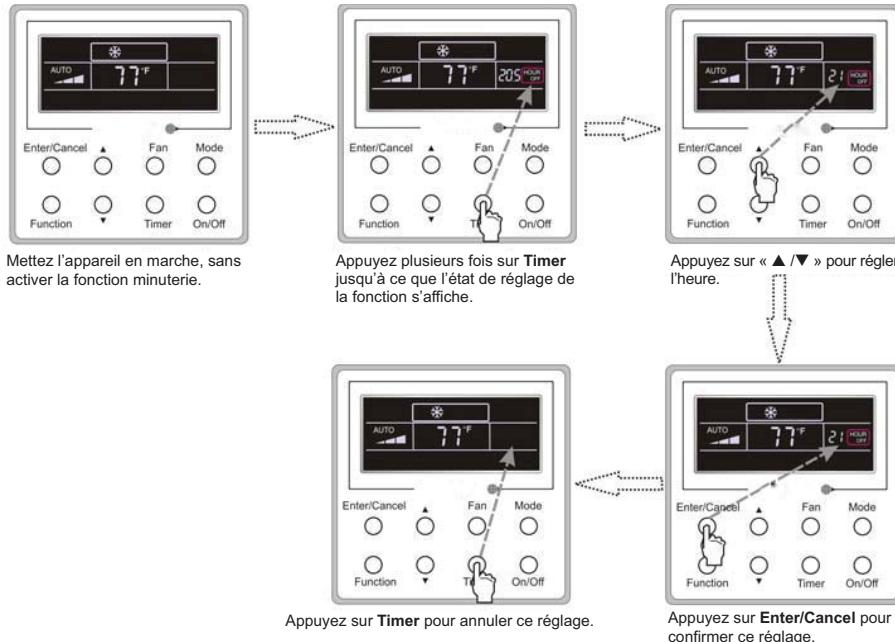
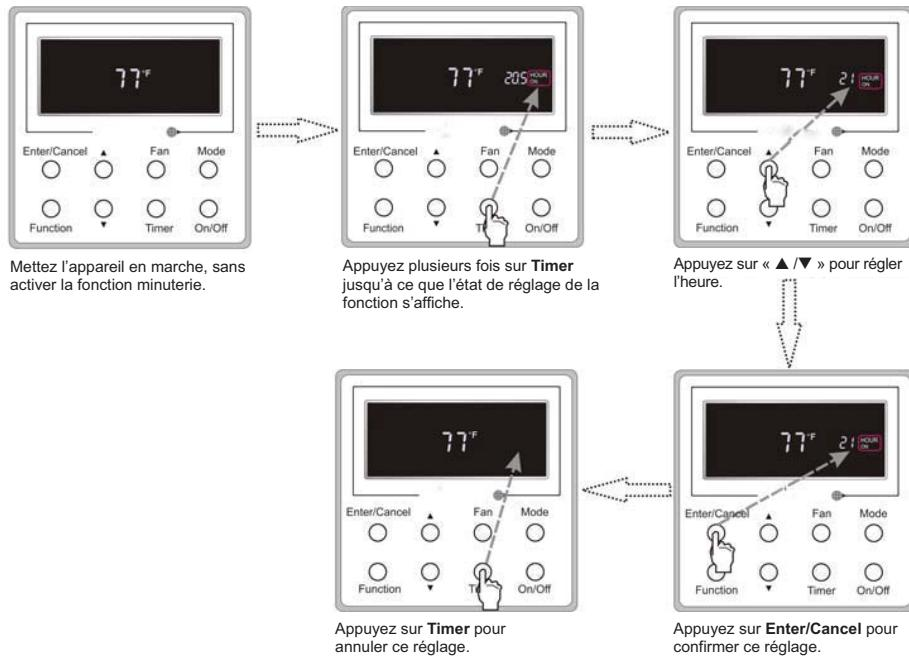

Fig. 11 – Minuterie désactivée alors que l'appareil est à l'état de marche
Fig. 12 — Minuterie désactivée alors que l'appareil est à l'état d'arrêt
- Mode **MINUTERIE DÉSACTIVÉE** : Appuyez sur **TIMER**. Si **xx.x hour** n'apparaît pas à l'affichage, le réglage de la minuterie a été annulé (la fig. 11 affiche le réglage **MINUTERIE DÉSACTIVÉE**, alors que l'appareil est à l'état de **marche**). Appuyez sur **▲** ou **▼** pour régler la valeur de la minuterie. Appuyez ensuite sur **ENTER/CANCEL** pour confirmer ce réglage.
La fig. 11 affiche l'état **MINUTERIE DÉSACTIVÉE** alors que l'appareil est à l'état de marche. La fig. 12 affiche l'état **MINUTERIE ACTIVÉE** alors que l'appareil est à l'état d'arrêt.